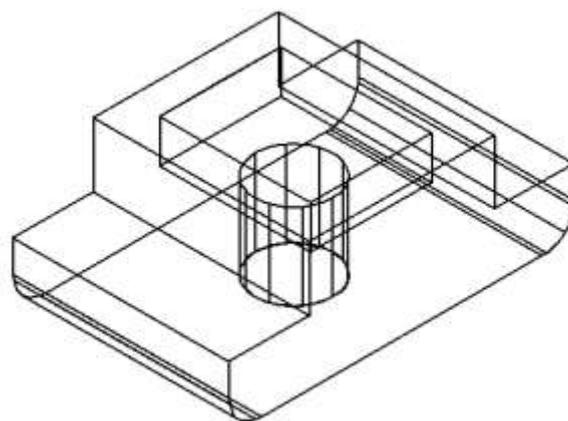

Рис. 104
13. Команда **Сопряжение** (Fillet) скруглит нужные ребра R15. Необходимо выбрать боковые рёбра нижнего основания (рис. 104).